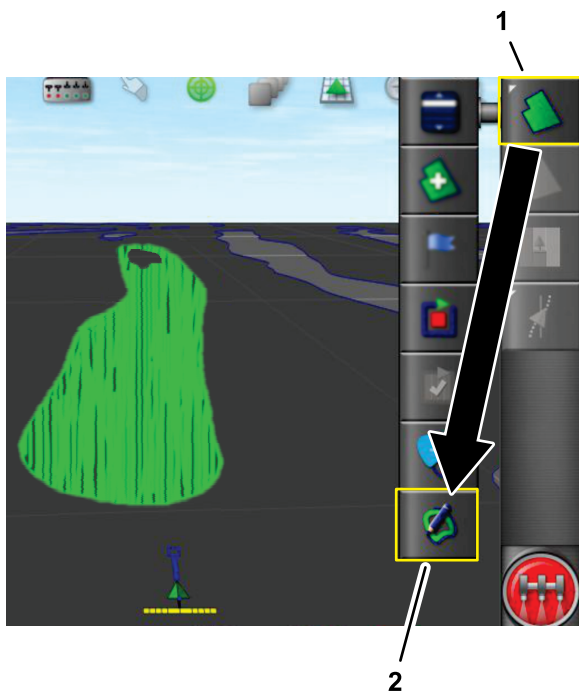

Рисунок 51
2. Нажмите на значок поля и затем нажмите на значок создания границы на основании зоны покрытия (Рисунок 51).